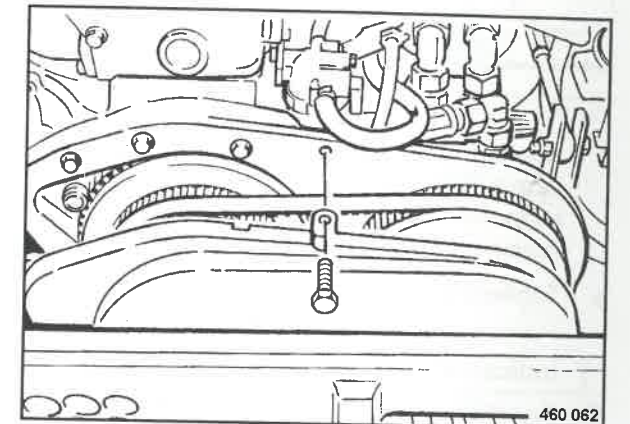

Fig. 140
- Smontare la calotta di protezione (Fig. 140).